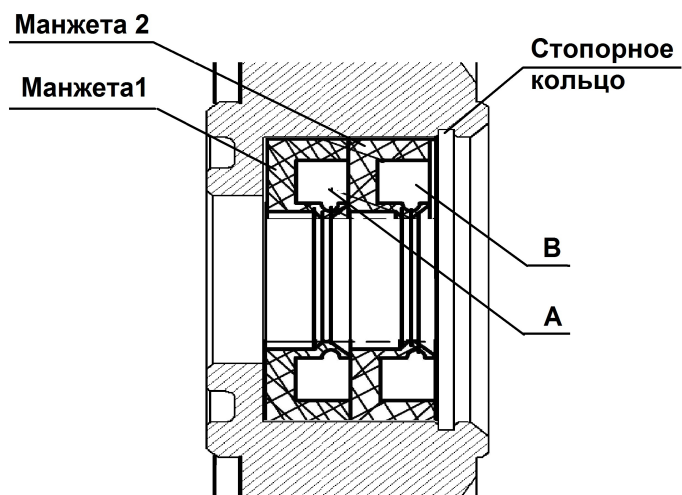

Рис.35 Схема установки манжет.
- со стороны камеры снять кольцо стопорное и снять 2 манжеты (см. рис.35);